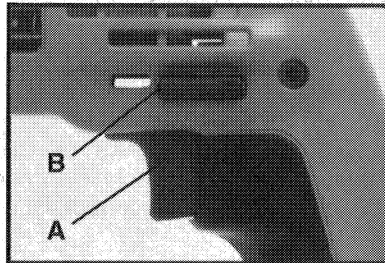

Fig. 1
Serrez l'interrupteur de la gâchette (A) Fig. 1 afin de faire démarrer le moteur. Relâchez la gâchette pour arrêter le moteur. Le plus vous serrerez la gâchette, le plus vite le moteur tournera.
- Assurez-vous que l'interrupteur de la gâchette (A) Fig. 1 est en position d'arrêt "OFF" avant d'essayer d'inverser la direction de rotation.
- Poussez le bouton (B) Fig. 1 vers le côté gauche de la foreuse pour AVANCE (rotation dans le sens des aiguilles d'une montre).
- Poussez le bouton (B) Fig. 1 vers le côté droit de la foreuse pour INVERSION (rotation dans le sens contraire des aiguilles d'une montre).
- Placez le bouton (B) Fig. 1 dans la position centrale pour verrouiller la gâchette dans la position d'arrêt "OFF".